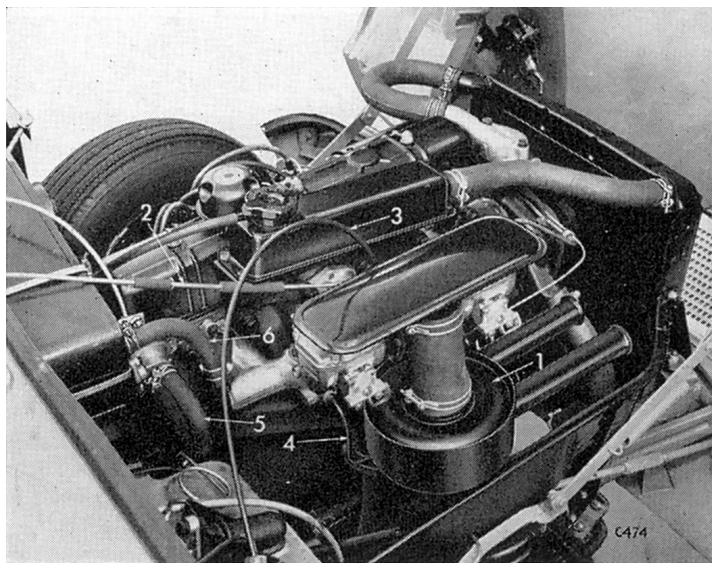

Fig. 17. Vue du moteur côté droit
En se référant à la Fig. 17, déconnecter côté droit :
- Les tuyaux de l'appareil de chauffage (5 et 6) (Fig. 17).
- Commandes du starter et du papillon du carburateur (2 et 3) (Fig. 17).
- L'épurateur d'air (1) (Fig. 17).